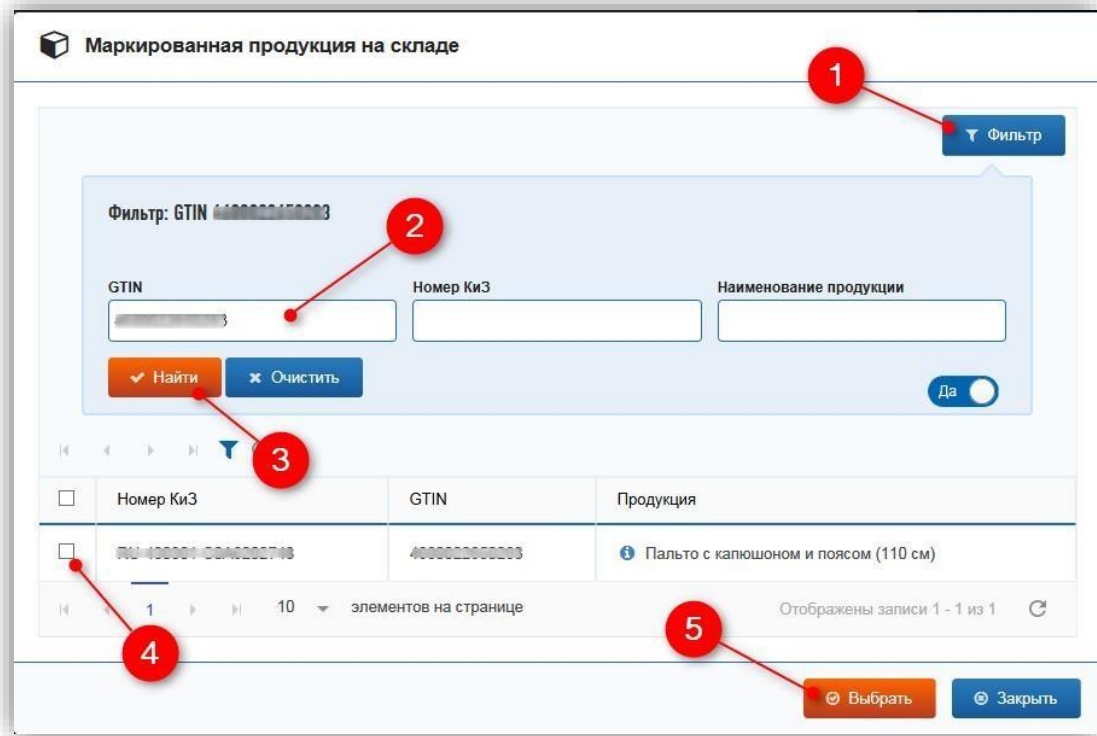

Рисунок 144 – Добавление продукции
– В появившемся окне «Маркированная продукция на складе» для удобства нахождения товара нажмите кнопку «Фильтр» [1], затем введите в строке поиска GTIN, номер КиЗ или Наименование продукции [2], нажмите кнопку «Найти» [3], отметьте галочкой строку с найденной продукцией [4] и нажмите кнопку «Выбрать» [5] (рис. 144).